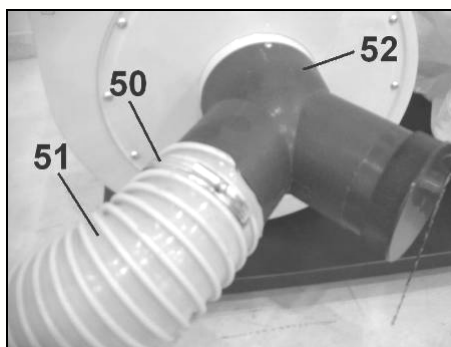

Fig 24
- Placez un des 2 colliers (50) à l'une des extrémités du tuyau Ø100mm (51) (Fig 24).
- Emmanchez le tuyau (51) sur l'une des deux entrées du connecteur (52) puis serrez le collier (50).